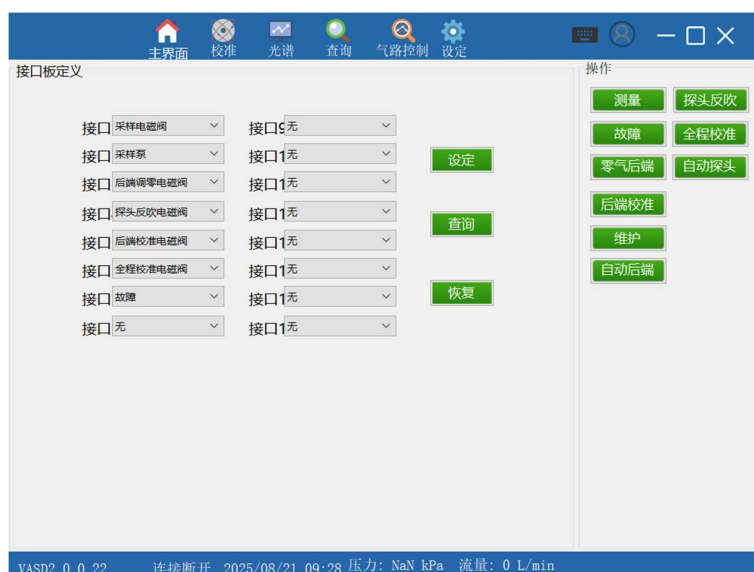

图 7.17 设备故障界面
- 故障：当采样探头、伴热管、加热箱温度低于设定报警温度，电动高温球阀没有转到位，或光谱发生漂移，系统会自动进入故障状态。此时电动高温球阀关闭，校准电磁阀关闭，反吹电磁阀关闭。由于电动高温球阀关闭，样气无法进入测量气路，分析仪停止测量，保护系统整个气路及气体室的清洁。在故障状态下无法执行其它操作，如图 7.17 所示；在解决故障问题后，重新点击测量按钮，退出故障状态。